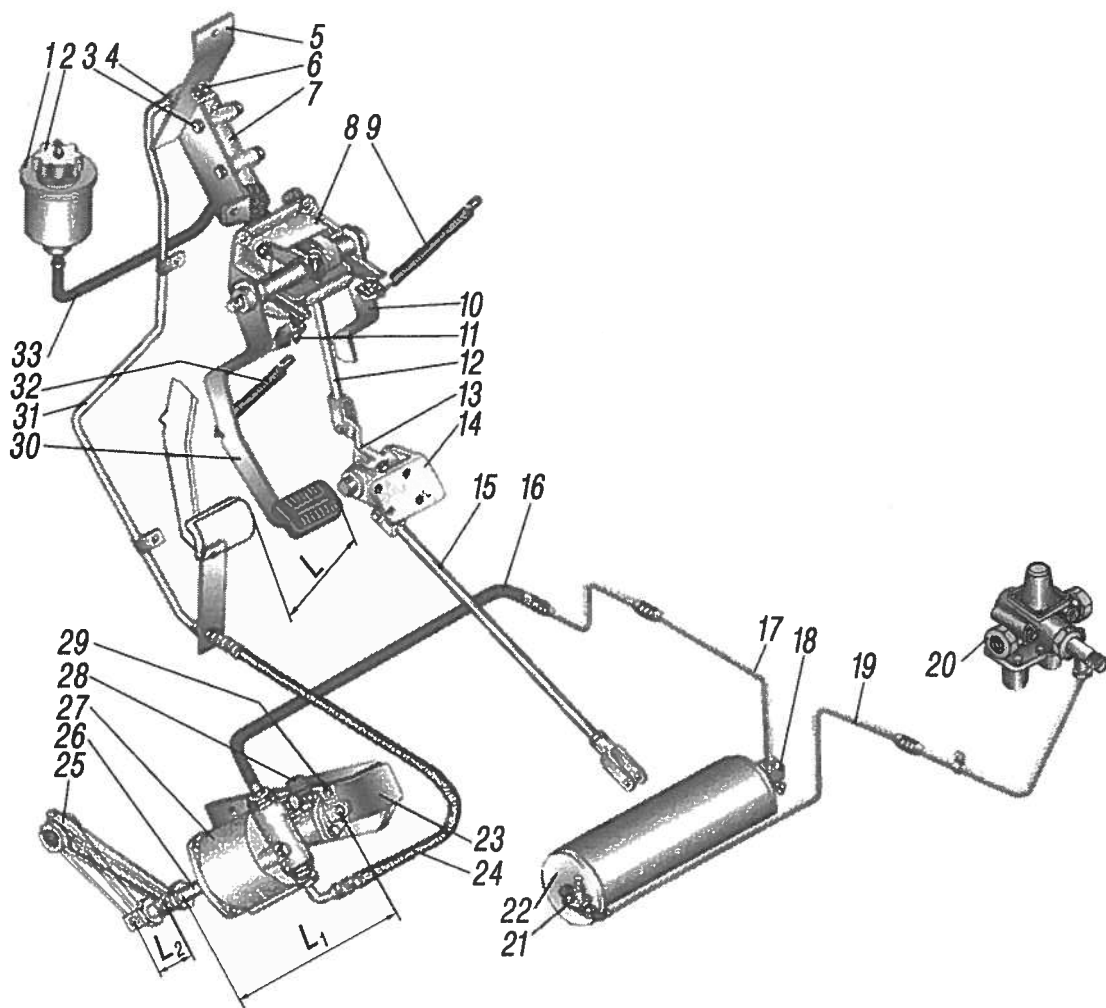
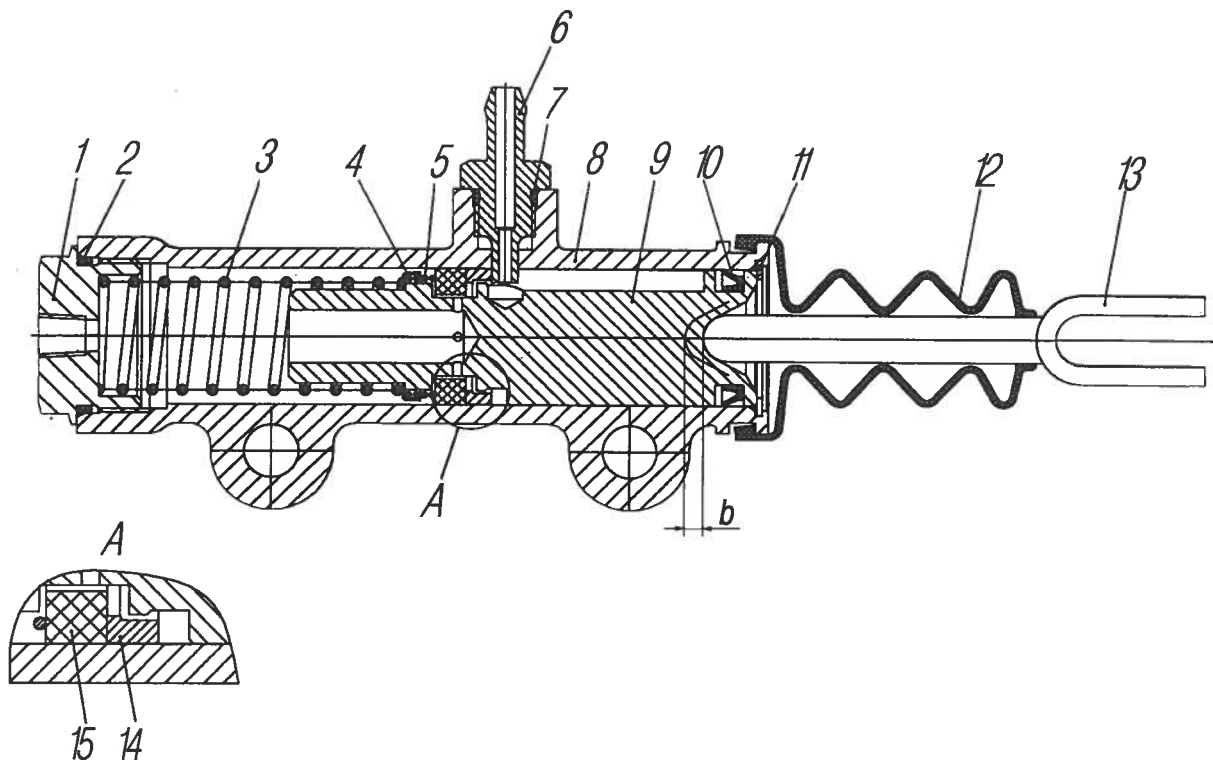

Рис. 27. Привод управления сцеплением:
Рис. 28. Цилиндр главный:
Главный цилиндр 7 (рис. 27) установлен в мотоотсеке и крепится на кронштейне к передней панели кабины. На поршень воздействует толкатель 13 (рис. 28), который через рычаг соединен с педальным механизмом 8 (см.рис. 27).
**Главный цилиндр сцепления.** Конструкция главного цилиндра показана на рис. 28. При необходимости ремонта при сборке кольцо 14 установить как показано на рис. 28.
- ослабить контргайку упора 11 (см.рис. 27) и завернуть его до упора в педаль;
- упором 11 отрегулировать свободный ход педали, зазор между толкателем 13 (см. рис. 28) и поршнем 9 должен быть  $b = 0,2–0,6$  мм, что соответствует ходу педали 1–3 мм;
- с износом фрикционных накладок ведомого диска сцепления рычаг 25 (см. рис. 27) поворачивается против часовой стрелки, минимально допустимый размер  $L_1 = 254$  мм. При достижении минимального размера  $L_1$  проверить состояние накладок, если оно удовлетворительно, переставить рычаг 25 на один шлиц по часовой стрелке;